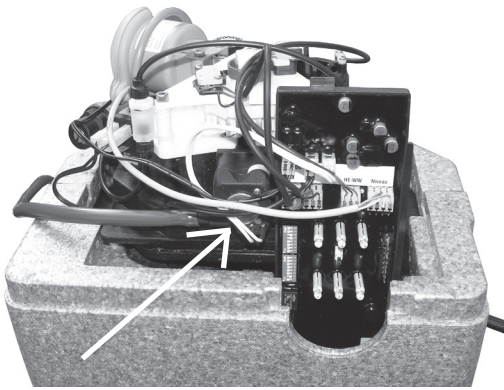

Abb. 1
4. Schließen Sie den Regenerationsschlauch oben an das Steuergerät an (Abb. 1) und ziehen Sie ihn durch die linke seitliche Isolierung auf die Rückseite des Gerätes.
Die Oberkante des Salzbehälters muss tiefer liegen als der Anschluss des Regenerationsschlauches (Abb. 1)!